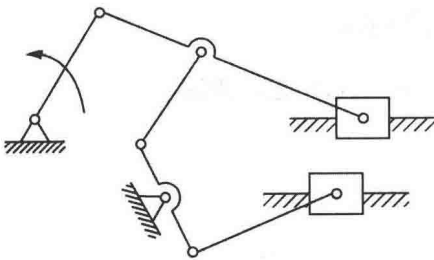
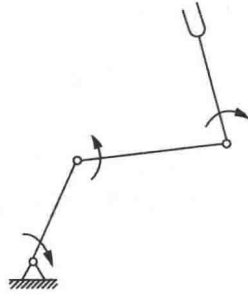

图 1-2-9 发动机机构
图 1-2-17 机械手
1-5 至 1-13 指出机构运动简图(图 1-2-9 ~ 图 1-2-17)中的复合铰链、局部自由度和虚约束, 计算各机构的自由度。
解: (1) 图 1-2-9 所示机构的自由度为
(9) 图 1-2-17 所示机构的自由度为